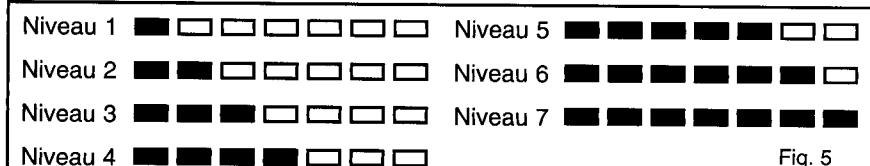

Fig. 5
- Pour régler la sensibilité, appuyer sur la touche 'SENSITIVITY ▲' ou 'SENSITIVITY ▼'. Lorsque la touche est pressée, les DEL de l'affichage visuel seront rouges. Le nombre de DELs allumées indique le niveau (Voir Fig. 5). Le niveau 1 (sensibilité la plus basse) est affiché par la DEL à l'extrême gauche. En partant de la gauche, les niveaux 2 à 7 sont indiqués par le nombre correspondant de DELs rouges; c.à.d., le niveau 7 apparaît lorsque toutes les DELs sont allumées.